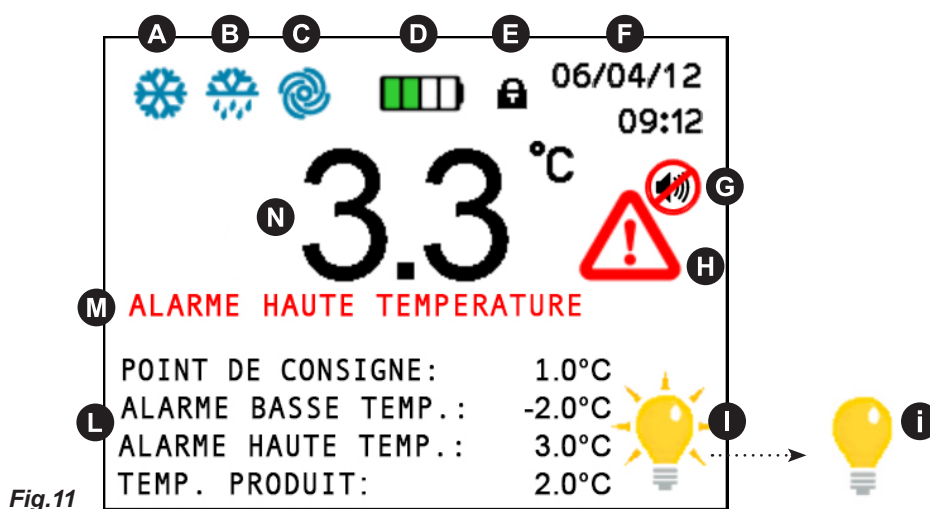

Fig.11
- Ecran (1). Affichage de la température et de l'état de fonctionnement de l'appareil
- Touches capacitives (2), (3), (4), (5), (6), (7). Ils gèrent plusieurs fonctions selon le menu contextuel OSD (on screen display) affiché
- Touche **ON/OFF** (8). Il permet le démarrage et l'arrêt du panneau de contrôle
- Touche **MENU** (9). Il permet l'accès au menu principal
- Touche **HOME** (10). Il permet à tout moment (si retro-éclairé) de revenir à l'affichage principal
- Touche **ESC** (11). Il permet de revenir au menu précédent
- Touche **ENTER** (12). Il confirme la choix et les variations effectuées dans le menu affiché sur l'écran
8.1.2 Affichage (1) e indications de fonctionnement (Fig.11)